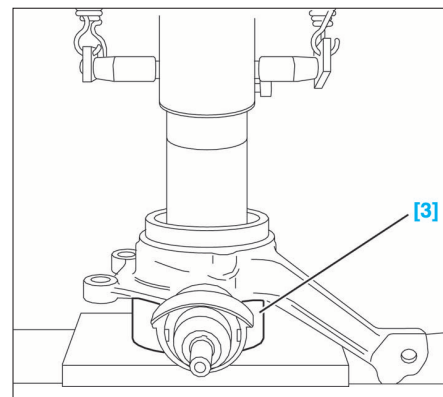

FIG. 31
- Extraire le roulement à l'aide d'une presse hydraulique équipée de l'outil [3] (Fig.31).